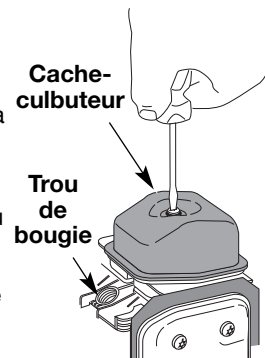

Fig. 31
- Nettoyez toute saleté autour du cache-culbuteur. Retirez la vis retenant le cache-culbuteur à l'aide d'un tournevis à lame plate large ou à mèche no. T-25 Torx (Fig. 31). Enlevez le cache-culbuteur et le joint.